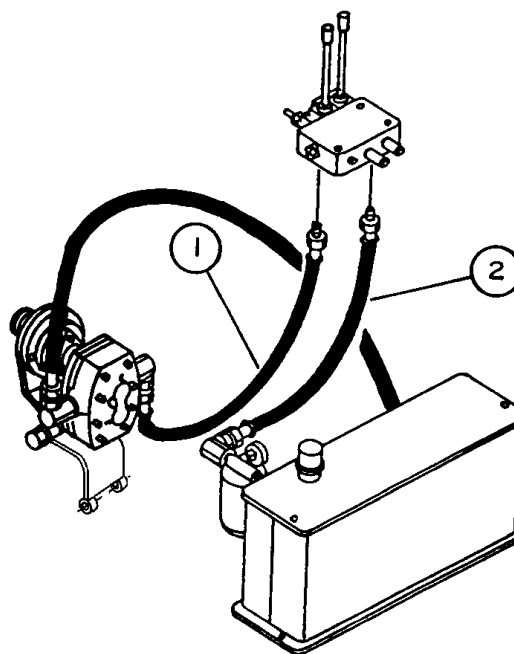

Figure 11
4. Installez le boyau 1/2" x 42" (fig.11, item 1) de l'entrée de la valve à la sortie de la pompe hydraulique.
5. Connectez le boyau 1/2" x 30" (fig.11 item 2) de la sortie de la valve au filtre du réservoir.